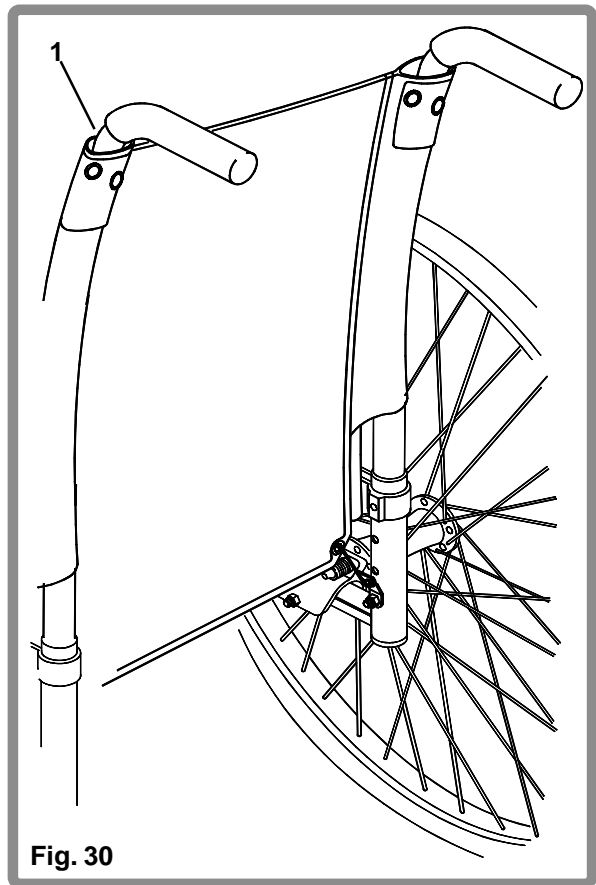

Fig. 30
De rolstoel wordt standaard geleverd met een in drie hoogtes verstelbare rug. Er zit 100mm tussen iedere verstelling (Fig. 30). De bekleding wordt standaard geleverd met afstelgroeven aan de voor en achterkant (1). De afstelgroeven aan de achterzijde (zonder opening) zijn geschikt voor de standaard rug. De afstelgroeven aan de voorzijde (met openingen aan de bovenzijde) worden gebruikt voor rugsteunen met duwhandvatten.